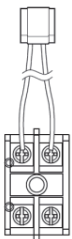

Fig.1
- 1 Zoek de klemmenblokkit van de reserveverwarming (afb. 1).